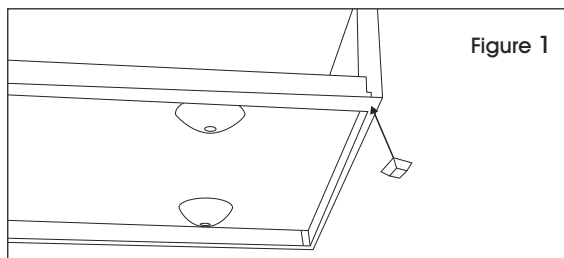

Figure 1
1. Afin d'éviter tout glissement ou éraflure lors de l'installation d'un classe-courrier directement sur le plancher ou sur un bureau, fixez les pattes en caoutchouc autocollantes sous les quatre coins du bas. (Voir Figure 1)